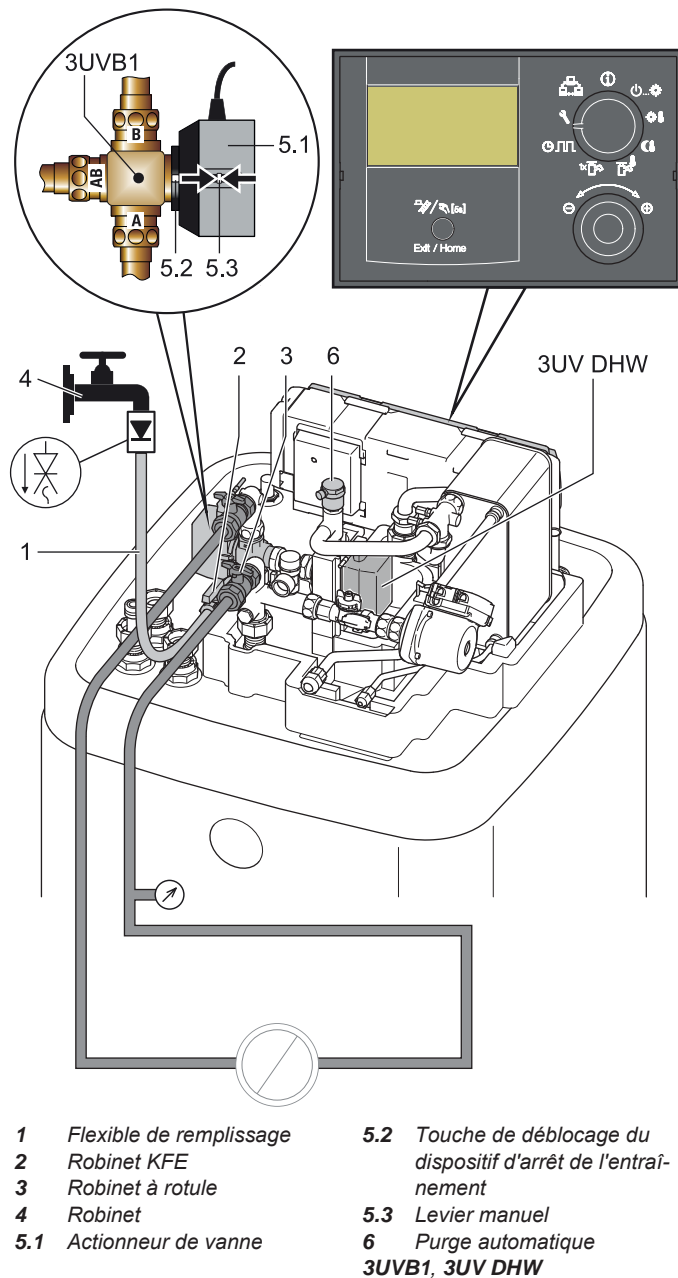

Fig. 7-3 Remplir le circuit de chauffage
1. **Uniquement nécessaire lors de la première mise en service et de la remise en service après purge complète !** Retirer les actionneurs de vanne de la vanne d'inversion à 3 voies 3UVB1 + 3UV DHW (voir fig. 7-3). Puis, appuyer sur la touche de déverrouillage (voir fig. 7-3, rep. 5.2) sur l'actionneur de vanne et tourner l'actionneur de vanne dans un 1/8 de tour dans le sens inverse des aiguilles d'une montre (fermeture à baïonnette).
2. Raccorder le tuyau de remplissage (fig. 7-3, rep. 1) avec clapet de non-retour (1/2") et un manomètre externe (à fournir par le maître d'ouvrage) au robinet de remplissage et de vidange de chaudière (fig. 7-3, rep. 2) et le fixer avec un collier pour l'empêcher de glisser.
3. Ouvrir le robinet d'eau (fig. 7-3, rep. 4) de la conduite d'arrivée.
4. Ouvrir le robinet et observer le manomètre (fig. 7-3, rep. 2).
6. Fermer le robinet de remplissage et de vidange de chaudière (fig. 7-3, rep. 2).
9. Au cours du fonctionnement en mode de chauffage de l'eau, vérifier en permanence la pression d'eau sur le manomètre et faire l'appoint d'eau par le robinet de remplissage et de vidange de chaudière (fig. 7-3, rep. 2) si nécessaire.
12. Vérifier à nouveau la pression d'eau indiquée sur le manomètre et faire l'appoint d'eau par le robinet de remplissage et de vidange de chaudière (fig. 7-3, rep. 2) si nécessaire.
13. Fermer le robinet d'eau (fig. 7-3, rep. 4) de la conduite d'arrivée.
14. Retirer le tuyau de remplissage (fig. 7-3, rep. 1) avec clapet de non-retour du robinet de remplissage et de vidange de chaudière (fig. 7-3, rep. 2).